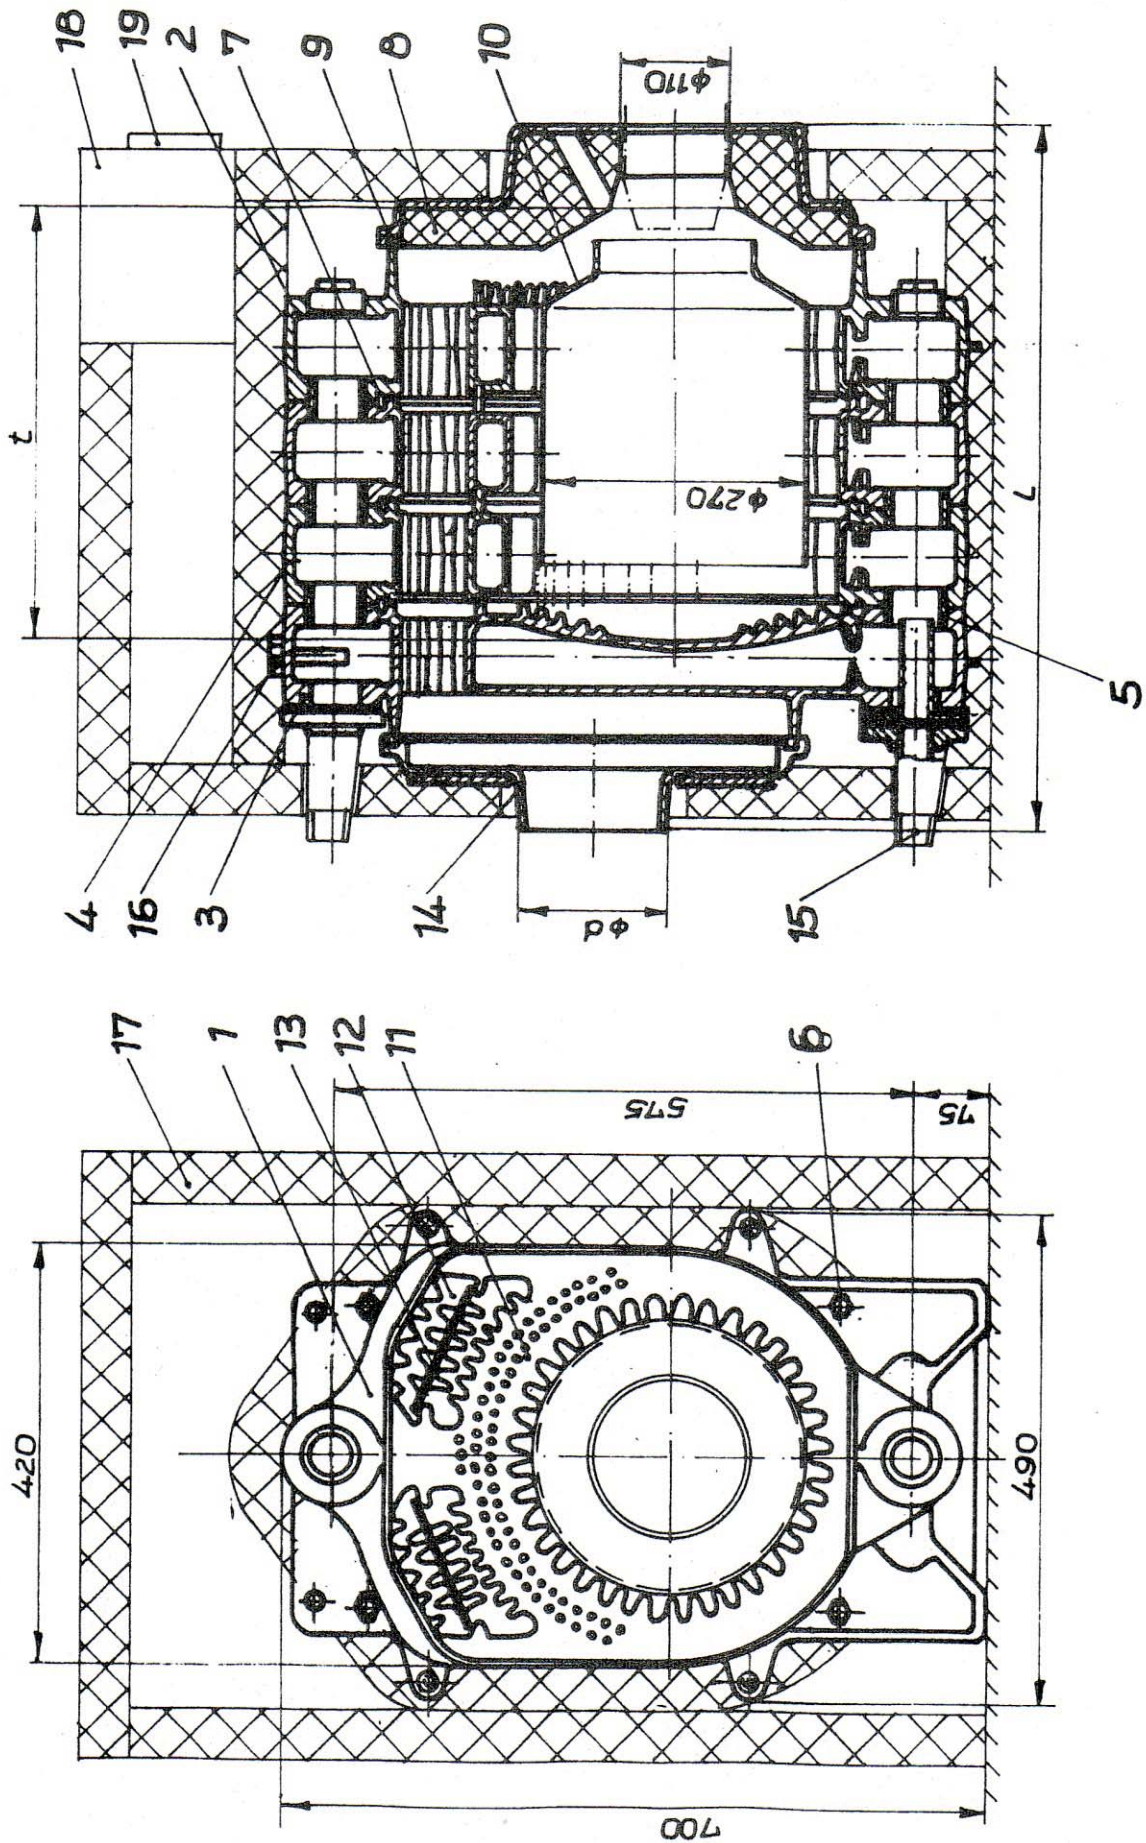

Bild 1: Aufbau Kessel Harz 11
2.2 Kesselaufbau -siehe Bild 1